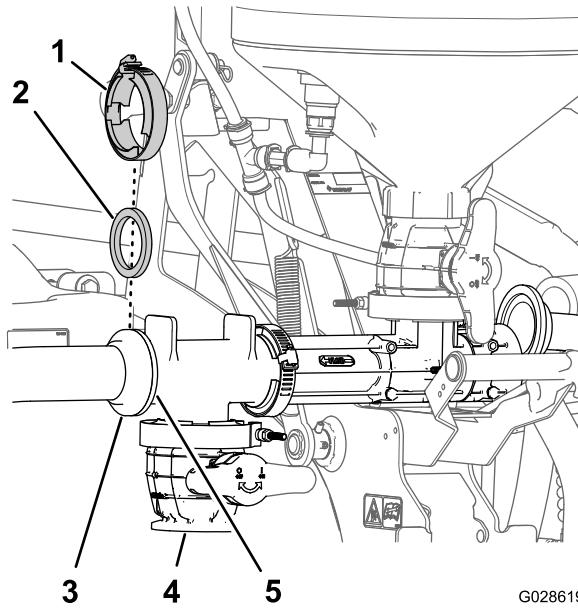

図 24
- タンクホースのフランジ付きフィッティングを、ドレン用T字フィッティングの前側フランジに合わせる 図 24。
4. ガスケットとフランジ付きクランプで、タンクホースをT字フィッティングに固定する 図 24。
5. エダクタを何度も上下動作させて、タンクホースが何にも干渉しないことを確認する 図 24。